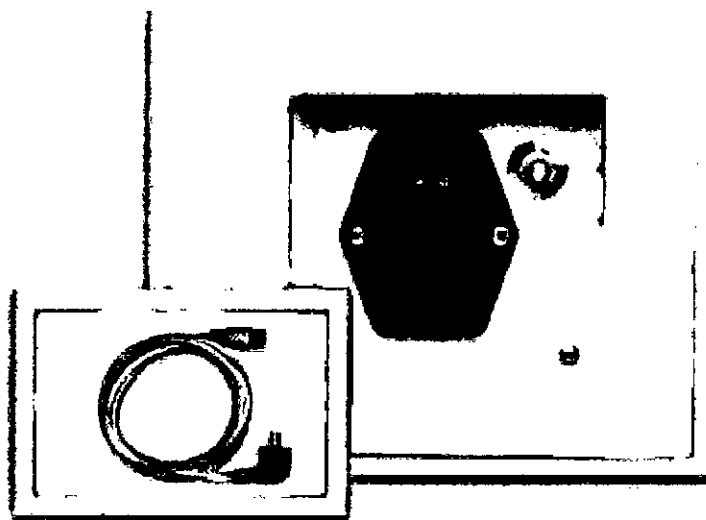

Imagen 5.1: cable de la red principal y enchufe del sistema de red
- cable de la red al enchufe del sistema ubicado en la consola de suministro de energía (Imagen 5.1). Conecte el